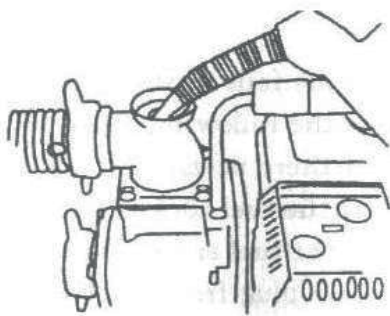

Fig. 28
- a) Comprobar que haya agua suficiente (Fig.28)